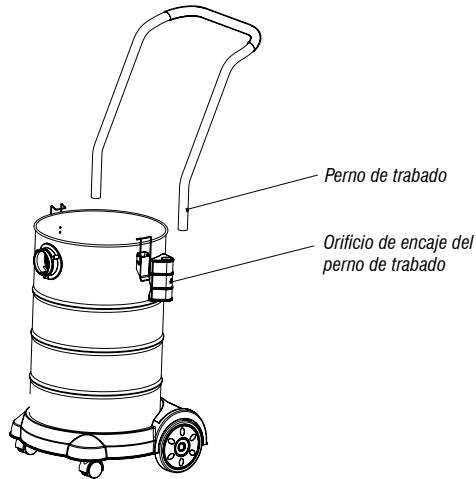

Fig. 6 – Encaje de la manija para transporte
- Encaje la manija para transporte en el cuerpo de la aspiradora hasta que el perno de trabado sea posicionado en el orificio de encaje, según muestra la Fig. 6. Para retirar la manija de transporte apriete el perno de trabado y puje la manija de transporte;